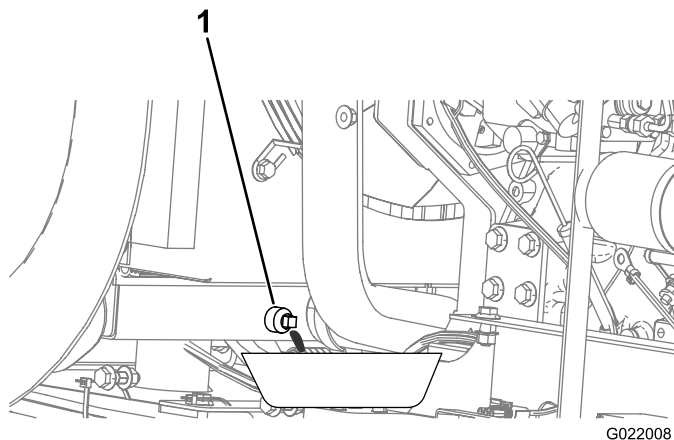

Рисунок 138
5. Подставьте под сливную пробку сливной поддон (Рисунок 138).
8. Закройте пробку сливного отверстия (Рисунок 138).
- C. Закройте пробку сливного отверстия (Рисунок 138).
- H. Закройте пробку сливного отверстия (Рисунок 138).